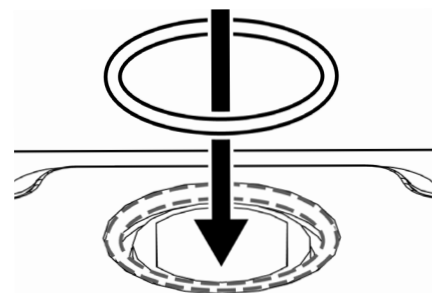

Figure 4 : Assurez-vous que le joint torique reste installé et fixé uniformément
- c. **Assurez-vous que le joint torique reste installé et assis uniformément.** Votre accessoire a un joint torique qui permet de sceller l'espace entre le noyau de serrure et l'accessoire (Figure 4). Vérifiez s'il est tombé lors du retrait du noyau de serrure. Ce joint torique doit être installé. Sinon, votre accessoire ne fonctionnera pas correctement.